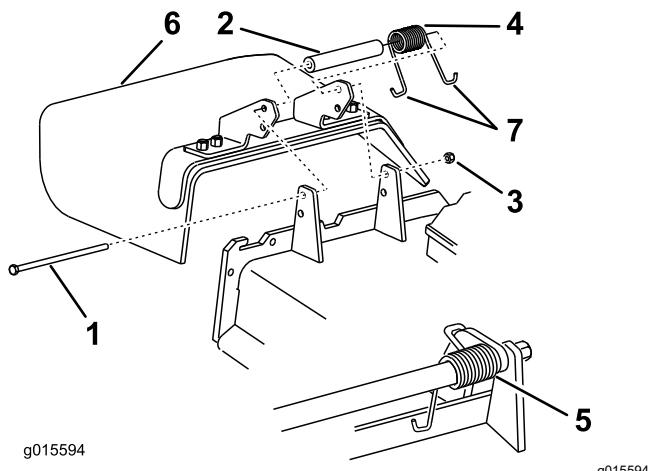

Figure 86
1. Retirez le contre-écrou, le boulon, le ressort et l'entretoise qui fixent le déflecteur aux supports de pivot (Figure 86).
2. Déposez le déflecteur d'herbe s'il est endommagé ou usé (Figure 86).
**Remarque:** Prenez soin de placer une extrémité en J du ressort derrière le bord du plateau avant de mettre le boulon en place, comme montré à la Figure 86.
6. Accrochez 1 extrémité en J du ressort au déflecteur d'herbe (Figure 86).